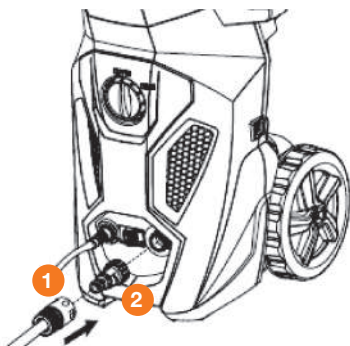
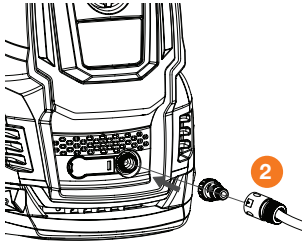
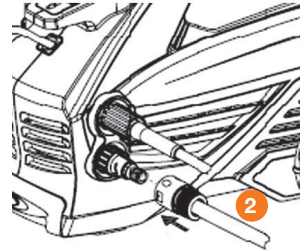

Рис. 13
Рис. 15
Рис. 16
4. Удалите транспортировочную заглушку (если она установлена) со штуцера подвода воды и накрутите на него фильтр. Закрепите шланг подачи воды **2** (не входит в комплектацию) **DAW 400 / 450 / 500 / 550** (Рис. 13), **DAW 625 / 650 / 675** (Рис. 15), **DAW 700 / 725 / 750 / 775** (Рис. 16). Фильтр должен быть всегда установлен на входном штуцере для предотвращения попадания сторонних частиц, которые могут повредить насосную часть мойки.